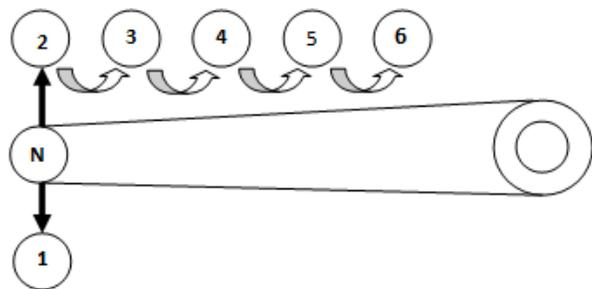

Figura 11. Passaggio a una marcia superiore.
- Sollevare completamente il selettore marce (corsa completa) per passare a una marcia superiore. Vedere la figura 11.